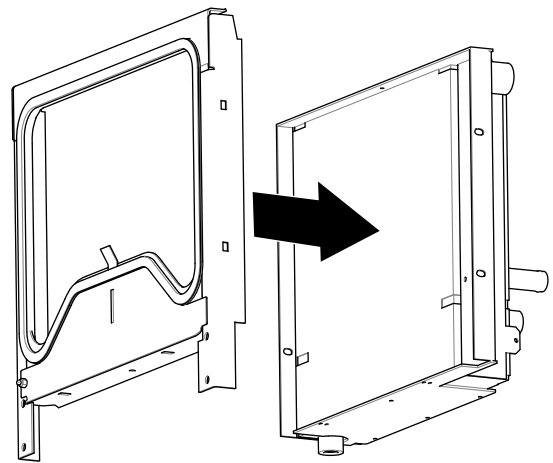

Figura 26
1. Alinee los taladros en el bastidor de montaje con los taladros en el radiador/enfriador de aceite (Figura 26).